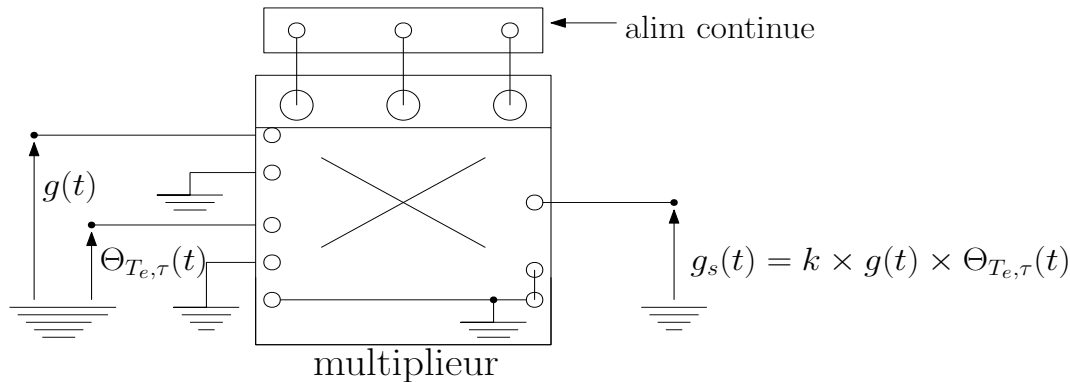

FIGURE 14 – Montage échantillonneur à multiplieur.
- **Mesurer** la résolution verticale q de la carte pour deux calibres C et C' différents de votre choix (figure 14). Pour cela il faut zoomer, zoomer, zoomer sur un front montant de $V_a(t)$.